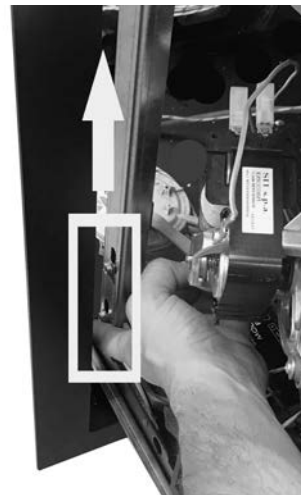

Fig. 28 - Soulever la plaquette de blocage
- Soulever vers le haut la plaquette de sécurité qui bloque le guide ouvert (voir **Fig. 28**).